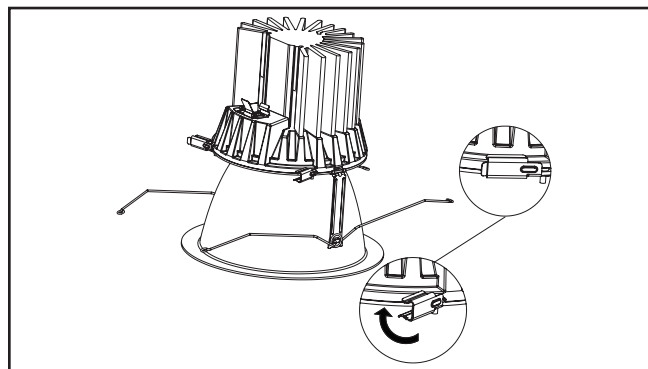

Figura 11.
3. Gire los tres (3) clips laterales para sujetar de manera segura el conjunto del borde al motor del LED. (Figura 11).